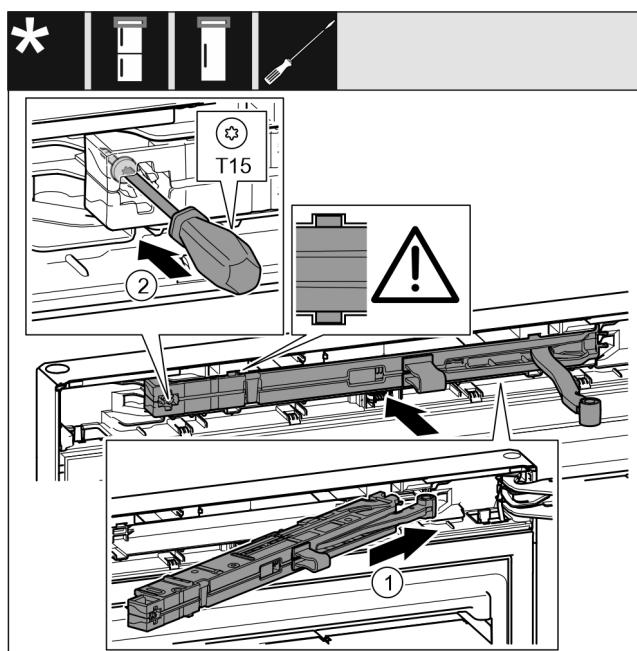

Fig. 49
- ▶ Pe partea suportului de lagăr împingeți înclinat unitatea amortizorului de închidere până la opritor în degajare. Fig. 49 (1)
- ▶ Înșurubați ferm șurubul cu o șurubelnită T15. Fig. 49 (2)